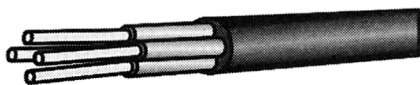

Рис. 2.5. Силовой кабель ВВГ
**ВВГ** обозначается силовой кабель с изоляцией ТПЖ из ПВХ, оболочкой (кембриком) из ПВХ и медной жилой, не имеющий внешней защиты (рис. 2.5). Используется для передачи и распределения электрического тока, рабочее напряжение — 660—1000 В, частота — 50 Гц. Количество жил может варьироваться от 1 до 5. Сечение — от 1,5 до 240 мм2. В бытовых условиях используется кабель сечением 1,5—6 мм2, при строительстве частных домов — до 16 мм2. Жилы могут быть как одно-, так и многопроволочными. Никаких ограни-